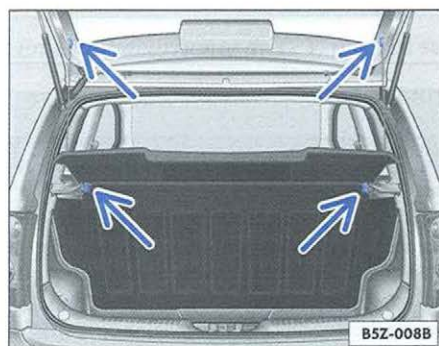

Fig. 97 Cubierta del maletero: retirada e instalación
- Desprenda los cordones de soporte ⇒fig. 97 -flechas superiores- de la tapa del maletero.
- Retire la cubierta de sus soportes laterales ⇒fig. 97 -flechas inferiores-, tirando para la parte trasera del vehículo.
- Empuje la cubierta hacia delante, introduciéndola en sus soportes laterales ⇒fig. 97 -flechas inferiores-.
- Encaje los cordones ⇒fig. 97 -flechas superiores- en la tapa maletero.